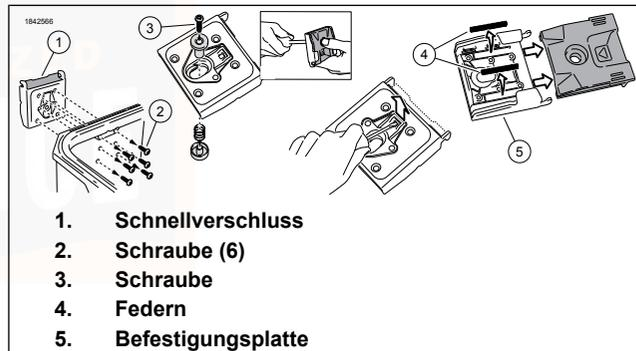

Abbildung 51. Seitenkoffer-Scharnier
- Siehe Abbildung 51. Die Schrauben (2) an der Innenseite des Koffers lösen, um den Schnellverschluss (1) zu entfernen.
- Die Schraube (3) entfernen.
- Den Schnellverschluss und die Federn (4) von der Befestigungsplatte (5) entfernen.